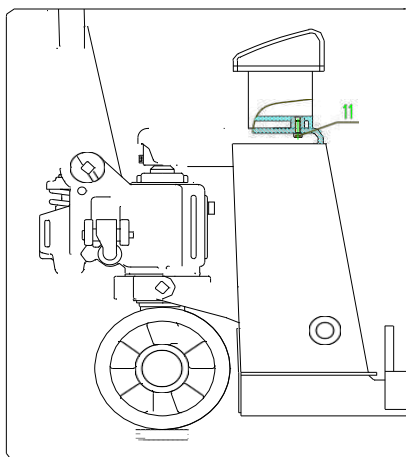

Рис. 6
2.2.1 Установка блока должна быть выполнена, как указано на рис. 6. Совместите монтажные отверстия.
2.2.2 Закрепите блок с помощью трех винтов (11). См. рис. 6.
- Центр силы тяжести груза должен быть размещен между двух вилок. Неравномерная нагрузка вызовет опрокидывание тележки после разгрузки груза. (См. рисунок 6.)
- Если тележка не используется, установите рукоятку (3) в положение торможения.